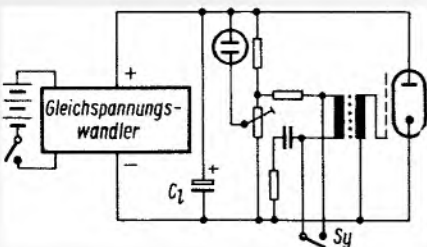

Bild 5. Grundschaltung eines Elektronenblitzgerätes. Praktisch alle Amateurgeräte sind Modifikationen dieses Prinzips
b) Die Strahlstrombegrenzung wird netzspannungsabhängig ausgelegt, so daß sie bei Netzunterspannung auf 1,2 mA, bei Nennspannung auf 1,35 mA und bei Überspannung auf 1,5 mA begrenzt. In Bild 5 ist dargestellt, daß man mit einer derartigen Begrenzerschaltung einen höheren Strahlstrom erreichen kann, ohne die Anodenverlustleistung der Zeilen-Endröhre gegenüber Bild 3 zu erhöhen.
Links: Bild 5. Anodenrestspannungsverlauf der Röhre PL 509 bei netzspannungsabhängiger Strahlstrombegrenzung
Die Grundschaltung eines gebräuchlichen Elektronen-Blitzgerätes ist Bild 5 zu entnehmen. Ein Gleichspannungswandler lädt den Elektrolytkondensator C1 in bekannter Weise auf den Zündspannungswert der Blitzröhre auf. Damit die Blitzbereitschaft auch für den Benutzer des Gerätes erkennbar wird, liegt parallel zum Ladekondensator ein hochohmiger Spannungsteiler, von dem eine Spannung für eine Glühlampe abgegriffen wird. Sie soll nach DIN 19 011 frühestens dann aufleuchten, wenn im Speichercondensator 70 % der Nennenergie vorhanden sind.